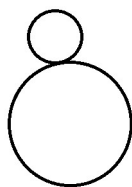

Рис. 1.73: Восьмерка
9. Запрограммируйте робота для движения по восьмерке (рисунок 1.73).